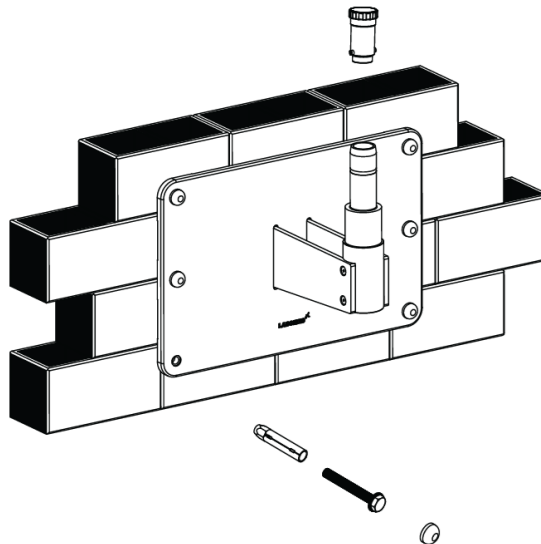

Abb. 23
3. Montieren Sie den Arm gemäß Abb. 23 an der Wandhalterungsstange und setzen Sie den Gewindestopfen wieder ein.